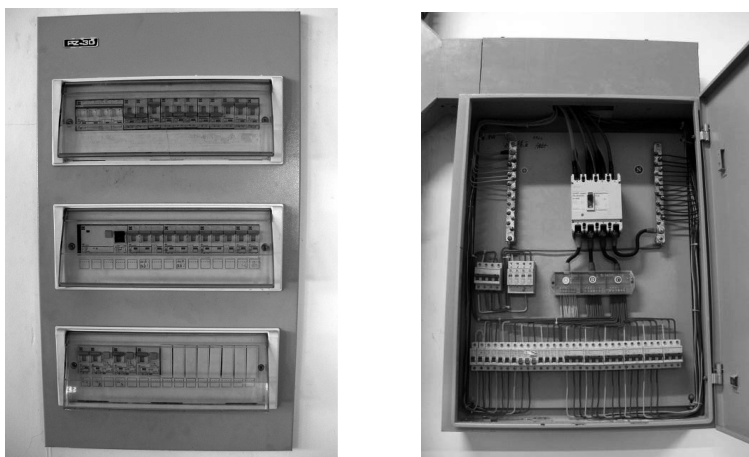

图 1-11 电源开关
①拔电缆插头时,不要拉电线,而应拔电缆插头本身。
②不得触碰标有故障的电气开关。
③不得靠近断裂或摇晃的电线。
- ④不得用湿手接触电气设备。
- ⑤不得让电线通过尖角、潮湿、有油污、高温的地方。
- ⑥不得在马达、配电箱等附近使用易燃物。
- ⑦如发现电气设备不正常,应立即关掉电源开关,如图 1-11 所示。